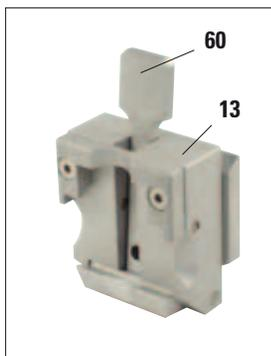

Fig. 36
- parti mobili del porta campioni (10) e dell'attacco a coda di rondine (14).
- raccordo a T (19) sul basamento del microtomo,
- leva di bloccaggio (2) e (20) sul microtomo.
- guide (91) della base portalama sul basamento del microtomo;
- leve di bloccaggio (39) e (24), a destra e a sinistra della base portalama,
- guida (92) dello spostamento laterale sulla base portalama (21).
- raccordo a T (26) sulla base portalama (21).
- superfici di scorrimento con salvadita (3) e dadi zigrinati (57) sul porta lama N.
- leva di bloccaggio (89) sul porta lama E.
- asse (90) della leva di bloccaggio del morsetto (vedi fig. 36).